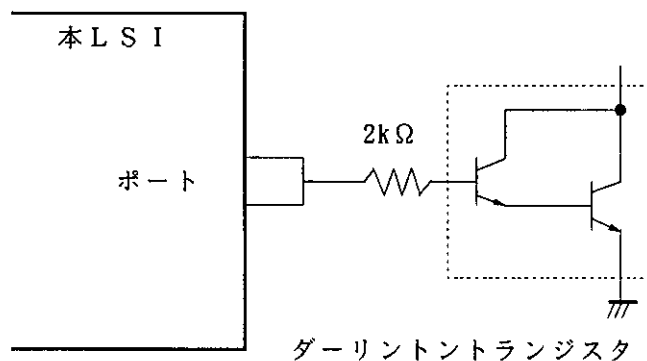
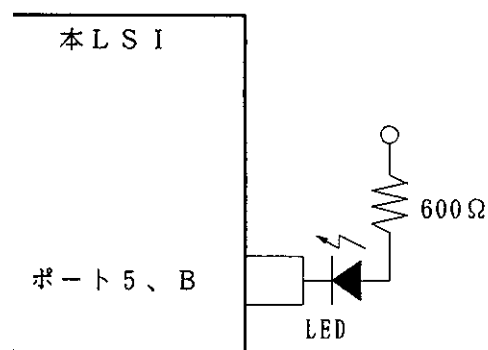

図15.1 ダーリントトランジスタ駆動回路例
図15.2 LED駆動回路例
2. ダーリントトランジスタや、LEDを直接駆動する場合には、図15.1、図15.2に示すように、出力に必ず電流制限抵抗を挿入してください。